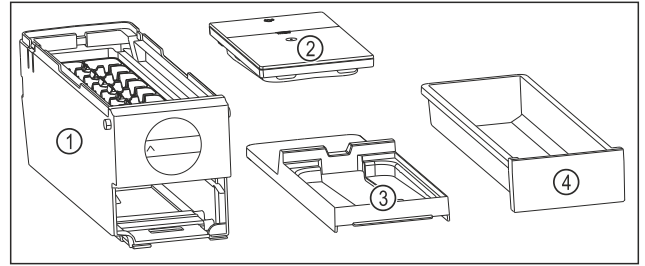

Fig. 81 Komponenter i EasyTwist-Ice
▶ EasyTwist-Ice er delt inn i fire deler. (se Fig. 81)
- ▶ Demonter kun delene til EasyTwist-Ice som er angitt på bildet. (se Fig. 81)
- ▶ Hoveddelen til EasyTwist-Ice Fig. 81 (1) rengjøres som en del.